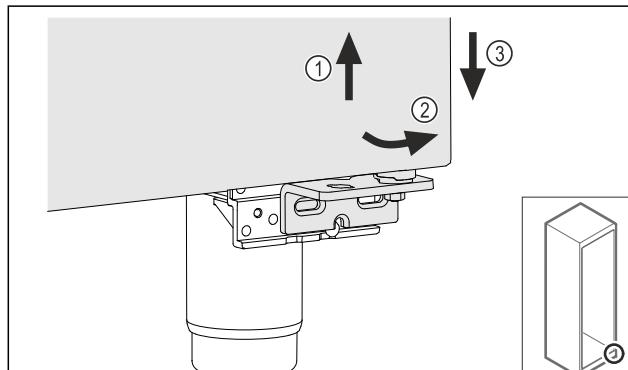

Fig. 19
- Tür leicht anheben *Fig. 19 (1)*, unten nach vorne kippen *Fig. 19 (2)* und absenken *Fig. 19 (3)*.